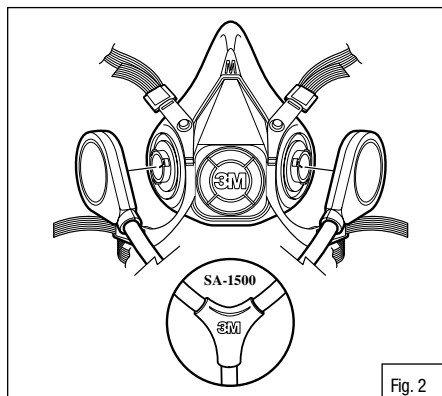

Fig. 2
1. Tenir le demi-masque, logo 3M face à soi. Aligner les deux extrémités du tuyau de respiration avec les deux dispositifs de verrouillage à baïonnette situés sur le demi-masque. Pour les tuyaux de respiration SA-1500 et SA-1600 3M™, s'assurer que le logo 3M situé sur le tuyau de respiration et sur le demi-masque soient tous deux face à soi. Pour les tuyaux de respiration SA-2500 et SA-2600 3M™, s'assurer que les logos 3M situés sur le tuyau de respiration pointent dans la direction opposée par rapport au logo 3M situé sur le demi-masque. (Fig. 2 et 3)